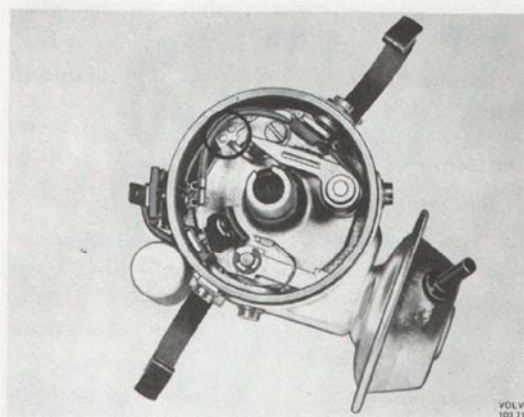

Bild 3-35. Urtag för justering av brytarkontakter
2. Justering sker genom att lossa lite på skruven för brytarkontakterna och därefter sätta en skruvmejsel i urtagen, bild 3-35, och vrida tills slutningsvinkeln är korrekt.